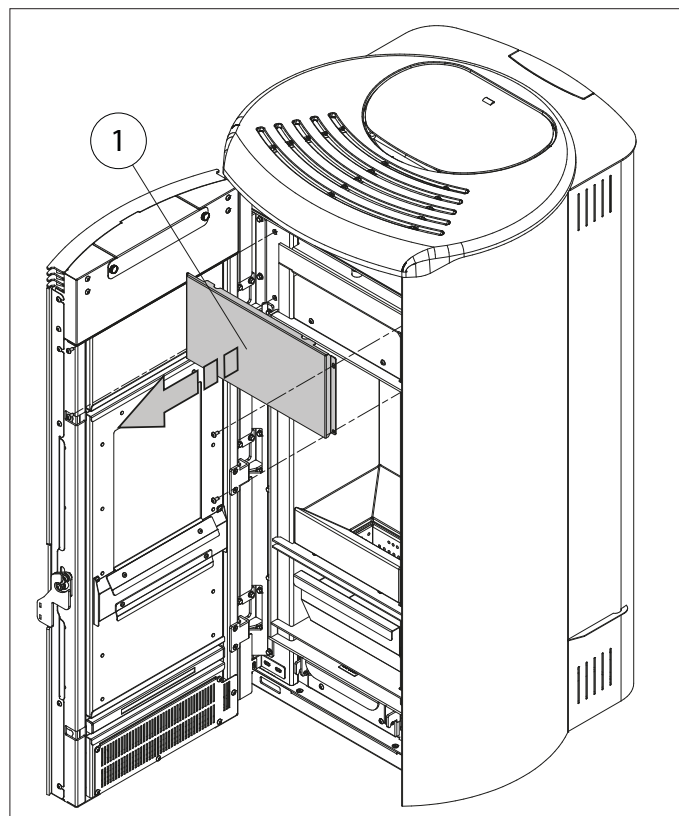

Fig. 6.3a
- Aprire la porta, svitare le viti di fissaggio del frontale (1) e rimuoverlo (**Fig. 6.3a**), per accedere alla valvola di sfiato.